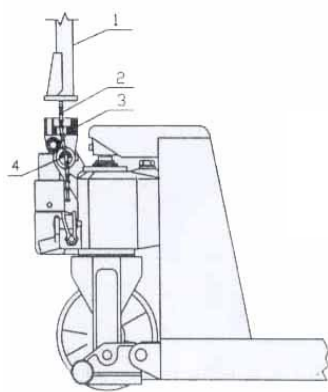
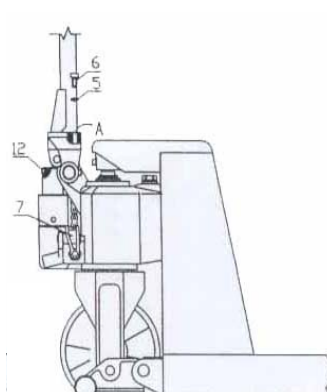

Fig. 1
Fig. 2
1. Lever le manche (pos. 1 fig. 1), et enfiler la chaîne (pos. 2 fig. 1) dans le trou de la crémaillère (pos. 3 fig. 1) et le barrette de l'axe (pos. 4 fig. 1).
2. Placer la rondelle de ressort (pos. 5 fig. 2) et la vis (pos. 6 fig. 2). Poussez la vis (pos. 6 fig. 2) dans les trous A avec une clé et serrés de telle sorte que le manche (pos. 1 fig. 1) et la crémaillère (pos. 3 fig. 1) sont reliés.